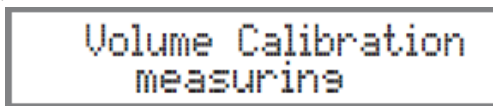

Рисунок 53
6. Нажмите кнопку SELECT, и отобразится индикация "Volume Calibration measuring". Смотрите рисунок 53.